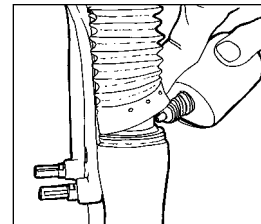

Abb. 4
1. Heben Sie die Schmutzfängermanschette vom unteren Gabelholm ab, und wischen Sie den Bereich der Doppeldichtung und des oberen Gabelholms ab. Geben Sie im Dichtungsbereich 2-3 Tropfen Teflon-Öl auf die oberen Gabelholme (siehe Abb. 4).